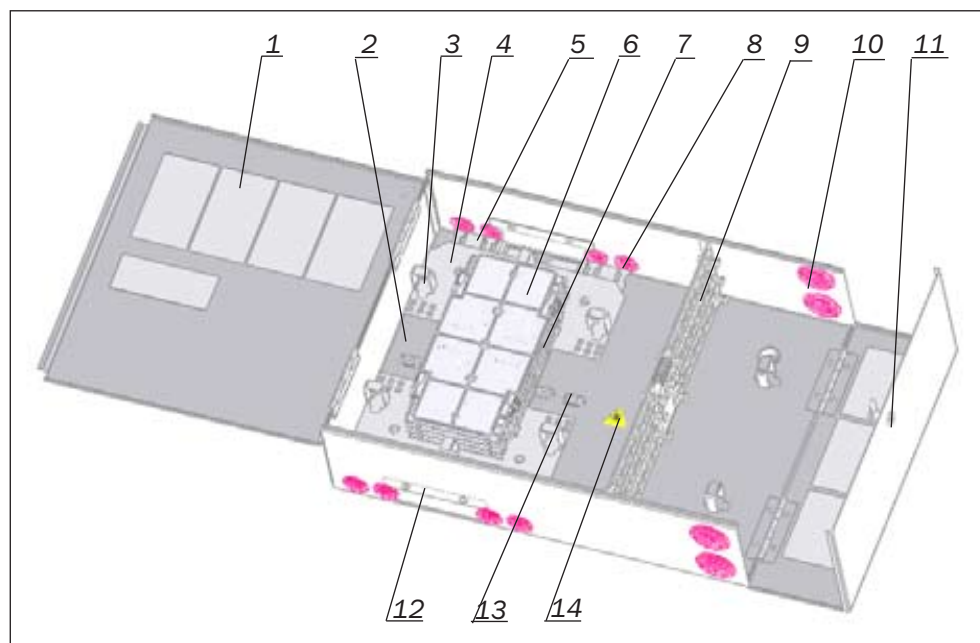

Рисунок 1.1 – Состав шкафа
**5.4** Измерив штангенциркулем наружный диаметр монтируемого ОК, прорезать во вводе кабельном (*рисунок 1.1, поз.8*) монтерским ножом отверстие, соответствующее диаметру ОК.